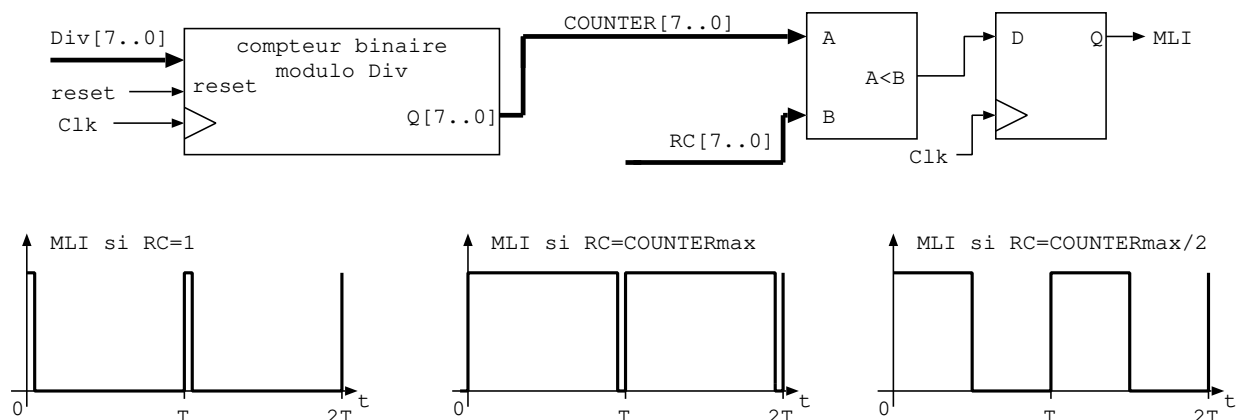

FIGURE 1 – Schéma de principe d'un générateur MLI
La figure 1 représente le schéma d'un générateur de signal à modulation de largeur d'impulsions. L'entrée `Div` permet de fixer la valeur de la période  $T$ , alors que l'entrée `RC` permet de choisir le rapport cyclique du signal MLI.
1. Donnez le code VHDL de ce système (celui de la figure 1).